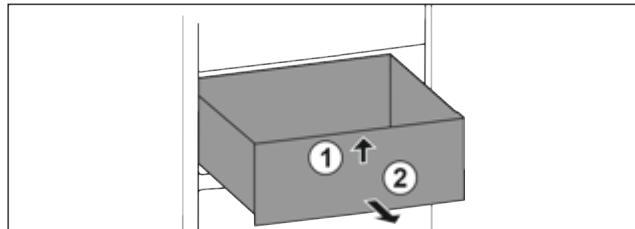

Fig. 69
- Підняти висувний ящик спереду. Fig. 69 (1)
- Вийняти висувний ящик рухом вперед. Fig. 69 (2)